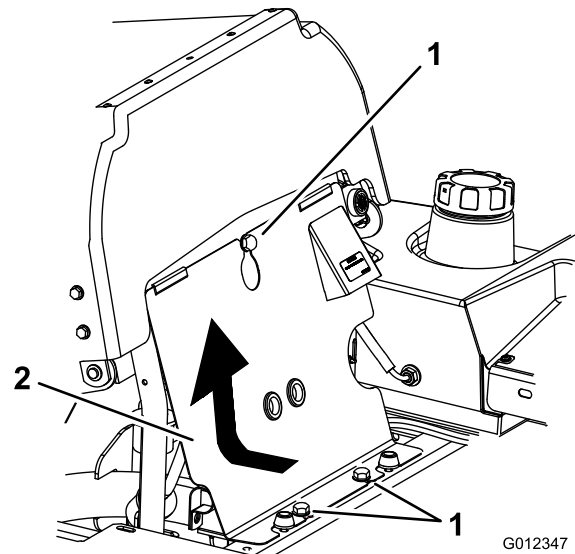

Figure 66
3. Basculez le siège en avant, desserrez les boulons et déposez le panneau avant du moteur (Figure 66).